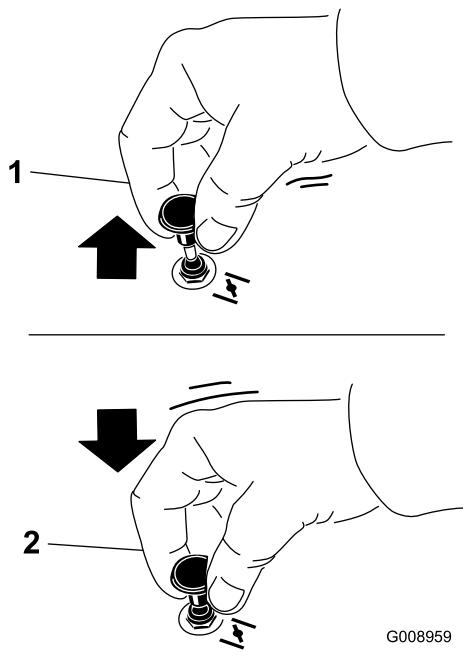

Figure 12
- Tirez sur le bouton de starter pour engager le starter avant d'utiliser le commutateur d'allumage (Figure 12).
- Poussez sur le bouton pour désengager le starter lorsque le moteur a démarré (Figure 12).